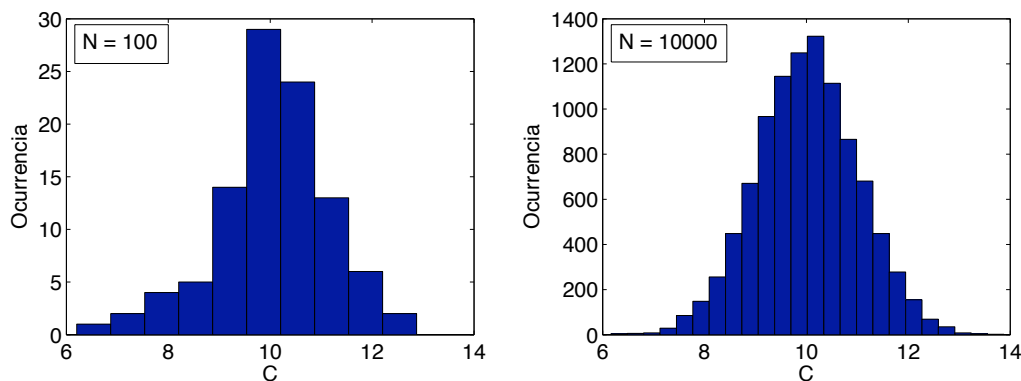

Figura 2: Ejemplos de histogramas de una cantidad  $C$ , con  $N = 100$  y  $N = 10000$  medidas respectivamente.
Dos ejemplos de estas distribuciones de ocurrencia son presentadas en la figura 2, con  $N = 100$  y  $N = 10000$  medidas de una cantidad  $C$ . El eje horizontal  $C$  muestra los valores obtenidos y el eje vertical muestra la ocurrencia de estos valores, es decir cuántas veces, dentro del número total de medidas  $N$ , se encuentran valores en un rango particular de  $C$ .
Con los datos de la figura 2 con  $N = 100$  medidas se obtiene  $\langle C \rangle = 10,05$  y  $\sigma = 1,12$ , y con los datos con  $N = 10000$ ,  $\langle C \rangle = 10,01$  y  $\sigma = 1,00$ . Se observa que las diferencias obtenidas no son muy significativas, pero evidentemente mientras más datos o medidas se tenga de una cantidad  $C$ , mejor será su estimación. En particular, la distribución es evidentemente más simétrica entorno al valor medio para el caso con  $N = 10000$  medidas.
**Pregunta 2:** Usando los datos presentados en la figura 2 con  $N = 100$  ¿Cuál es el porcentaje de valores que se encuentran fuera del rango  $[\langle C \rangle - 3\sigma, \langle C \rangle + 3\sigma]$ ?